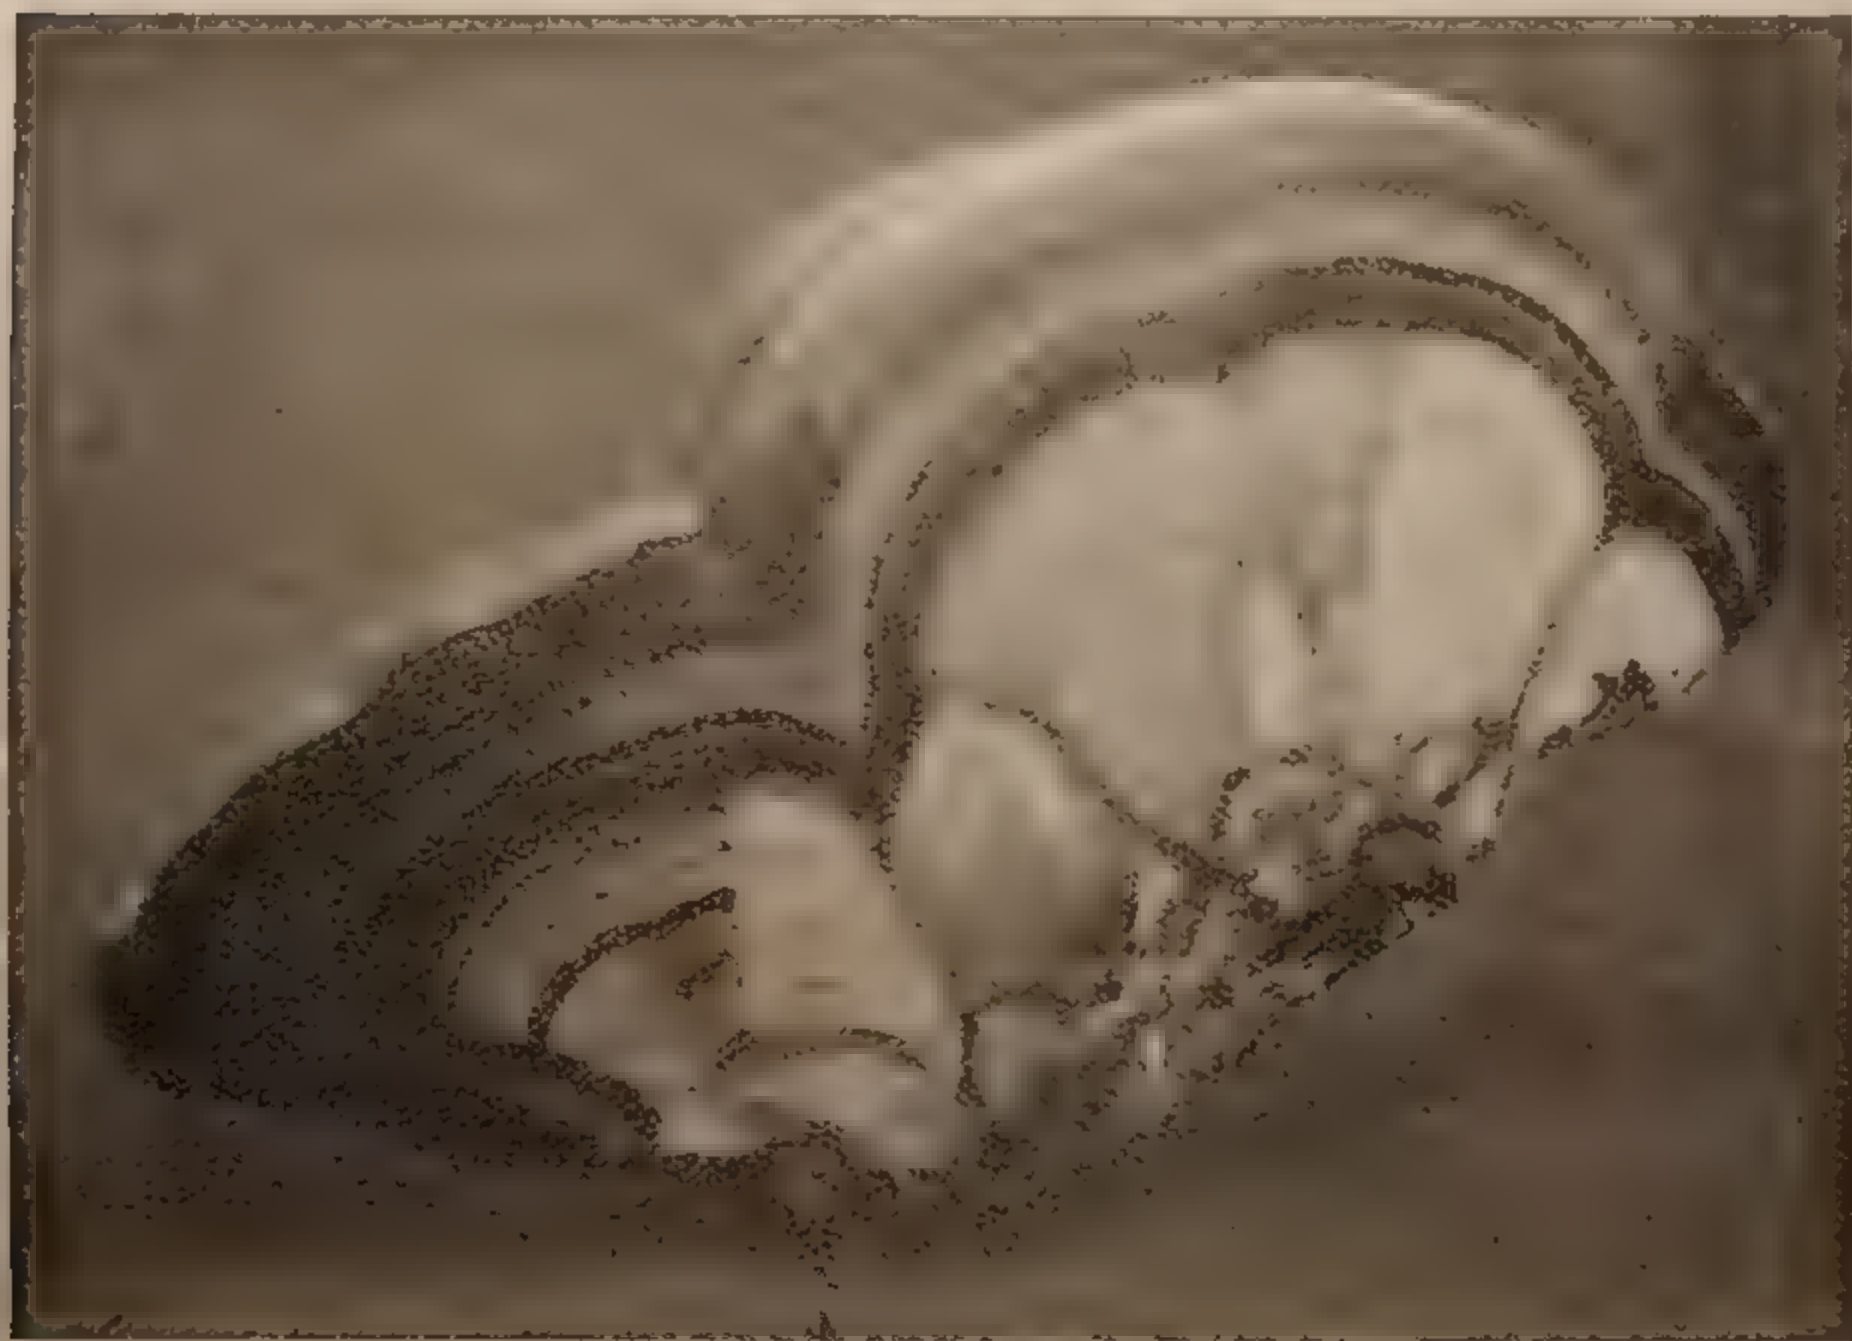

FIG. 145. - Malachite concrezionata.
**Malachite (2).** — *Carbonato basico di rame*  $\text{CuCO}_3 \cdot \text{Cu(OH)}_2$ . Sistema *monoclino* (fig. 145 e Tav. II, fig. 12).